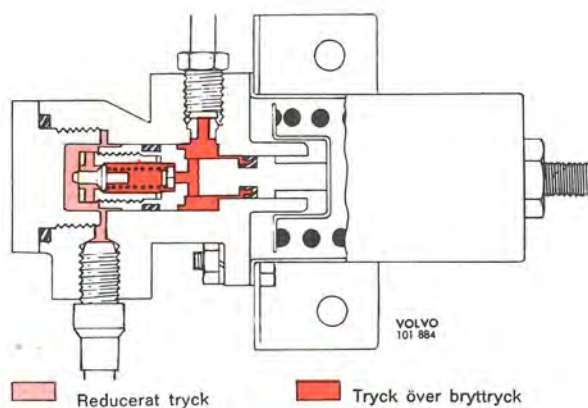

Bild 45. Reducering
När hydrauliska trycket närmar sig bryttrycket övervinns fjädertrycket och kolven (21) förskjuts åt höger. Genom tryck från den mindre fjädern (5) kan ventilen (4) därvid stänga förbindelsen mellan de båda cylindrarna och dela systemet i ett för framhjulen och ett för bakhjulen. Vid fortsatt tryckökning i huvudcylindern och framhjulscylindrarna kommer hydrauliska kraften i cylinder (6) att förskjuta kolven åt vänster, ventilstången går mot sitt anslag och öppnar ventilen samt trycket i cylinder (3) ökar. Genom den större tryckytan i denna cylinder förskjuts kolven åt höger och ventilen stänger. På så sätt intar kolven ett balanserat läge och det från bromsventilen utgående trycket blir lägre än det ingående, se bild 45. Skillnaden i trycken bestäms av de olika areorna samt fjäderspänningen.